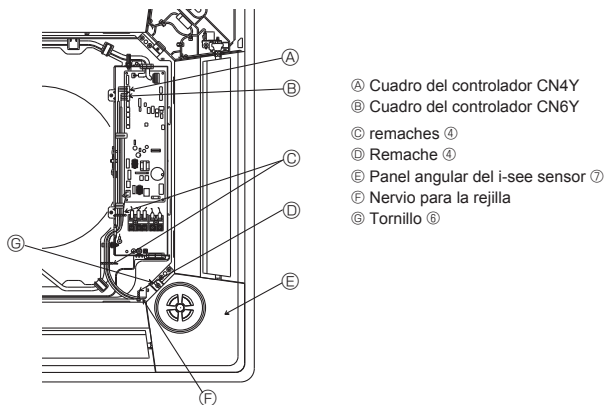

Fig. 6-10
6.6 Instalación del panel angular del i-see sensor (Fig. 6-10)